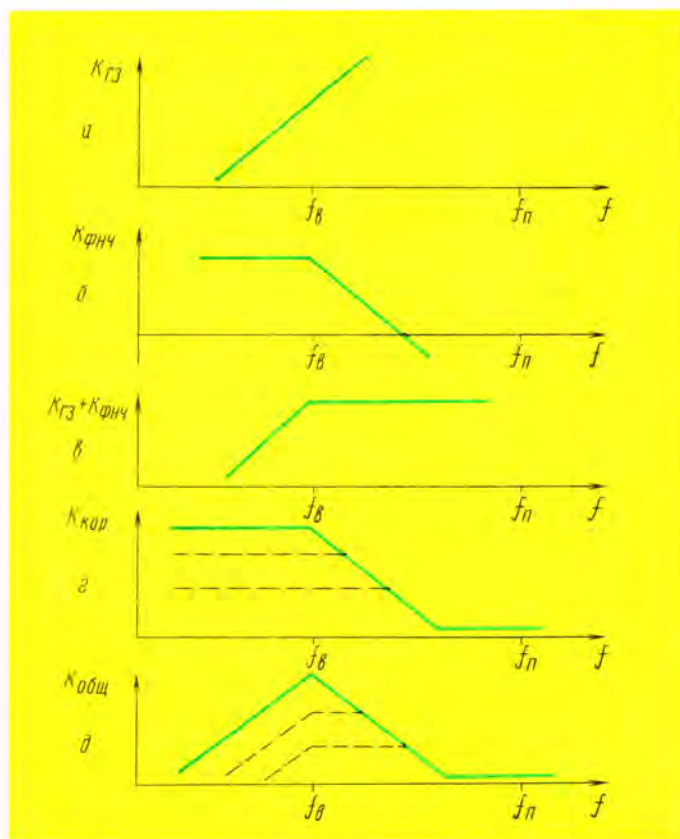

Рис. 4
Ток записи, беспрепятственно проходя через фильтр-пробку C11L3, суммируется с током подмагничивания на магнитной головке BG2. ФНЧ R20C12R21 и каскад коррекции на ОУ DA1.1 преобразуют напряжение, создаваемое токами записи и высокочастотного подмагничивания на магнитной головке BG2 в напряжение, пропорциональное «эффективному» току подмагничивания. Для пояснений обратимся к рис. 4. На рис. 4, а изображена зависимость на-
пряжения на индуктивности (на магнитной головке) от частоты при постоянной амплитуде протекающего через нее тока, т. е. «АЧХ» головки в смысле преобразования тока в напряжение. Частотная зависимость напряжения на неинвертирующем входе ОУ DA1.1 с учетом АЧХ ФНЧ первого порядка R20C12R21 (рис. 4, б) приобретает вид кривой рис. 4, в. Каскад коррекции на ОУ DA1.1 в зависимости от положения движка резистора R24 обеспечивает семейство АЧХ (рис. 4, г), поэтому суммарная АЧХ всех названных звеньев приобретает вид кривой рис. 4, д, которая совпадает с характеристикой «взвешивания» эффективного подмагничивания, соответствующей выражению (3). Регулировка сопротивления резистора R24 обеспечивает установку оптимального для конкретной головки значения коэффициента К, входящего в выражения (3) и (4).